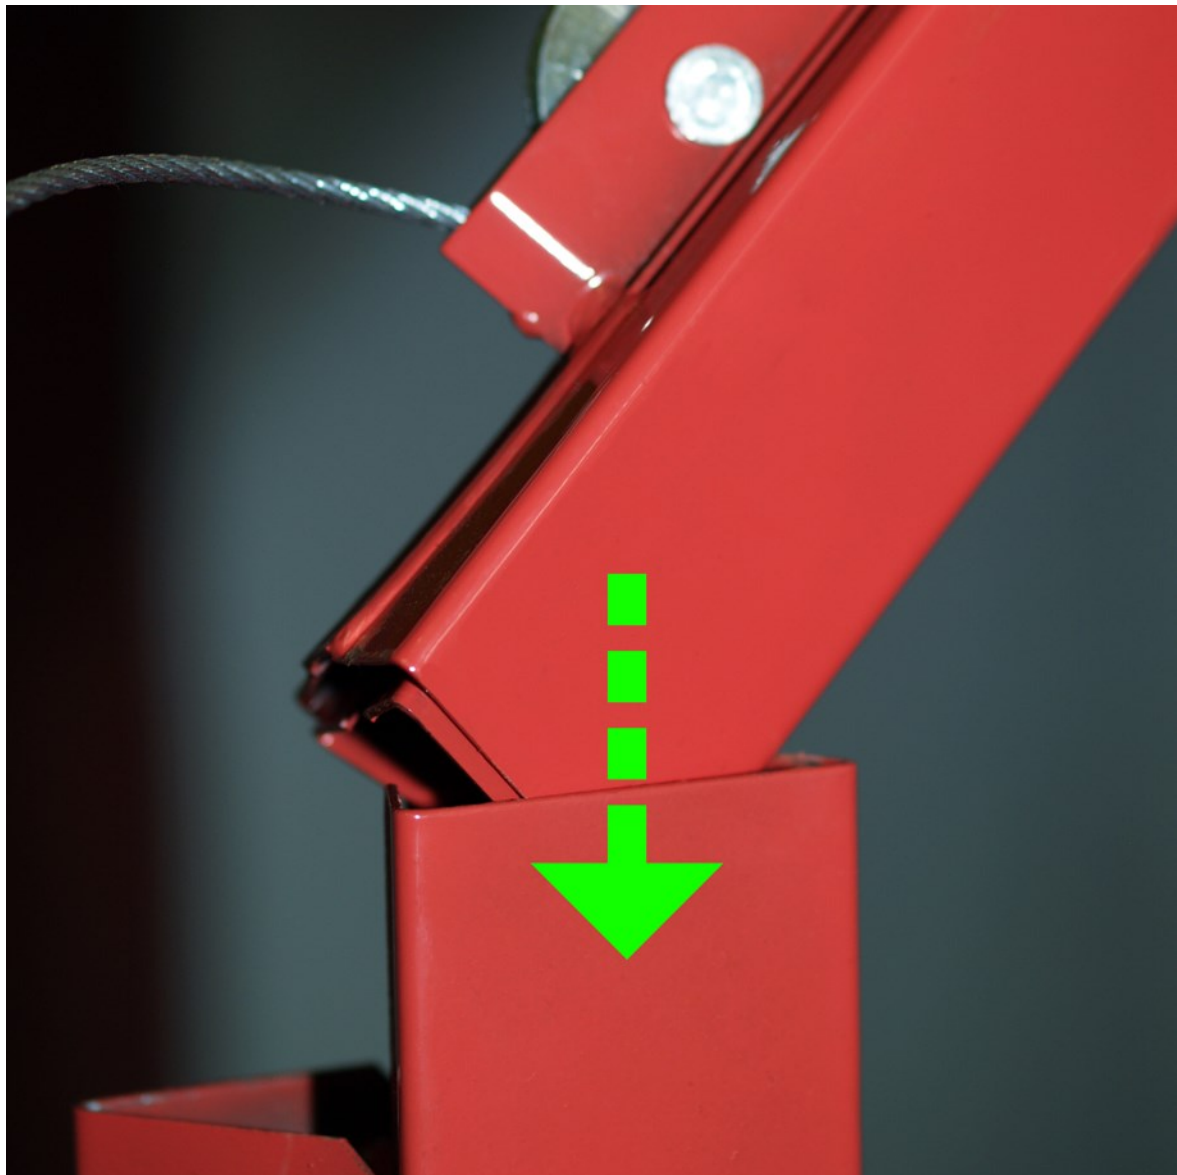

Figure 4
6. Insérez la barre d'extension (Fig. 4).